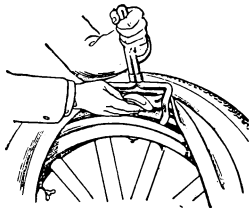

Fig. 28.
**2. Introdurre le chiavarde di sicurezza.** — Rialzare il tallone esterno della copertura colla leva a forcella come si è fatto prima per togliere le chiavarde di sicurezza (fig. 28). Introdurre nel proprio foro ciascuna chiavarda, avendo cura di togliere le pieghe al cuoio sottile che le protegge. Rimettere le ranelle di gomma e di metallo esterne ed avvitarle per un paio di giri i galletti a orecchie di chiusura.
Introdurre la chiavarda nel proprio foro del cerchio col mezzo della leva a forcilla come alla fig. 28.